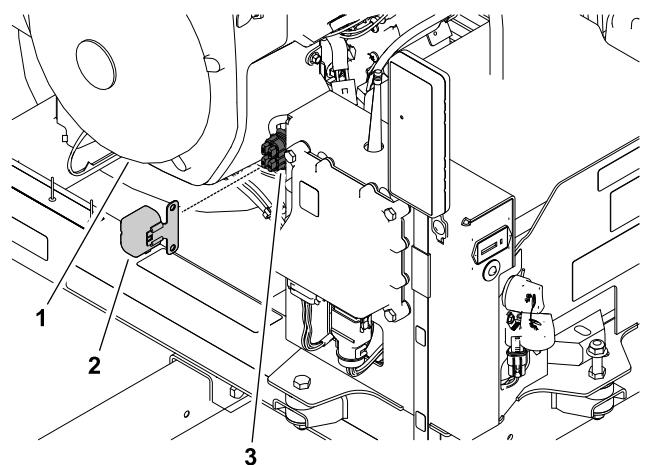

Figura 42
- Na frente, no lado interior da torre de controlo, retire a cobertura do bloco de fusíveis (Figura 42).
2. Retire o fusível aberto do porta-fusíveis (Figura 42).
O bloco de fusíveis é uma parte da cablagem da máquina. Está localizado por detrás do recetor na parte direita da torre de controlo (Figura 42).